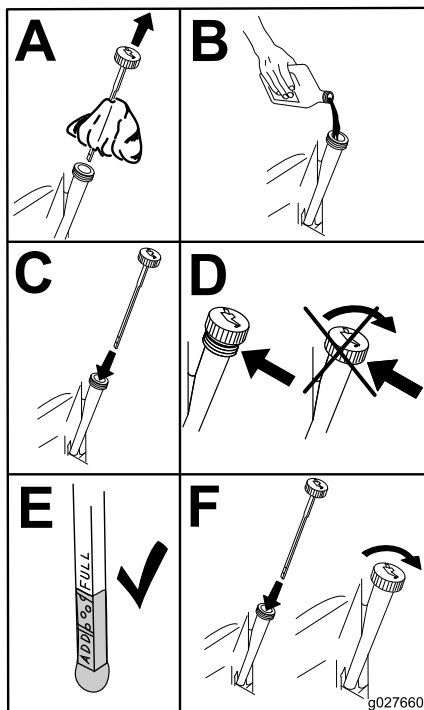

Figura 52
- Vierta lentamente un 80% aproximadamente del aceite especificado por el tubo de llenado, luego añada lentamente el resto del aceite hasta que llegue a la marca **Full** (Figura 52).